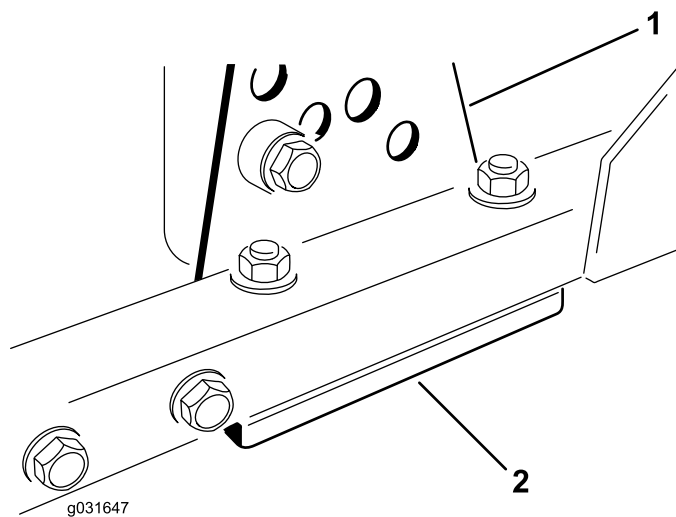

Bild 71
1. Entfernen Sie die Schnitthöhenhalterung (vorne, links oder rechts) vom Mähwerkrahmen (Bild 71).
2. Führen Sie 1,5-mm- und/oder 0,7-mm-Beilagscheiben zwischen dem Mähwerkrahmen und der Halterung ein, um die gewünschte Schnitthöhe zu erhalten (Bild 71).
3. Befestigen Sie die Schnitthöhenhalterung mit den restlichen Beilagscheiben unter der Schnitthöhenhalterung am Mähwerkrahmen (Bild 71).